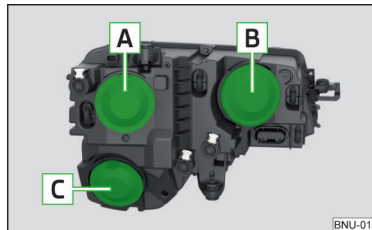

Fig. 346
- Retirez le cache **A** ou **B** » fig. 346 à la page 314.
- Retirer le recouvrement **B** » fig. 346 à la page 314 .
- Replacer le recouvrement **B** » fig. 346 à la page 314 .
- Retirer le recouvrement **B** » fig. 346 à la page 314.
- Replacer le recouvrement **B** » fig. 346 à la page 314.
- Retirer le cache **C** » fig. 346 à la page 314.
Remplacer le cache **C** » fig. 346 à la page 314.